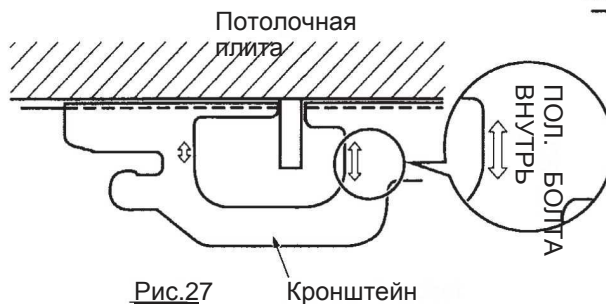

Рис.27
- Убедитесь, что удлиненный подвесной болт находится в положении, указанном стрелкой. Отрегулируйте кронштейн, если он выходит за указанной стрелкой положение.(См. рис. 27)